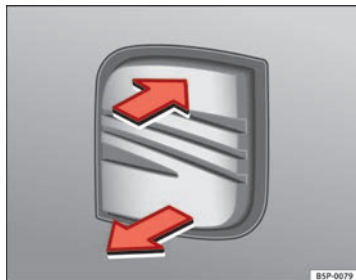

Fig. 66 Portón trasero:
- Tire de la maneta y levante el portón → fig. 66. El portón se abre automáticamente.